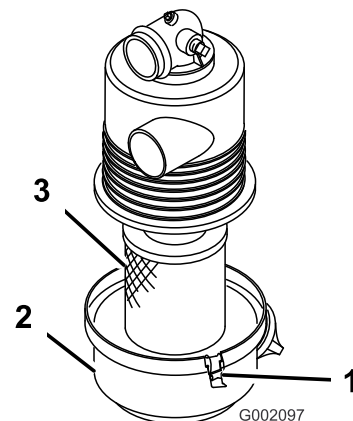

Figura 24
2. Verificați dacă există deteriorări la nivelul filtrului de aer, care ar putea cauza o scurgere de aer. Verificați etanșarea capacului în jurul corpului filtrului de aer (Figura 24).
3. Eliberați elementele care fixează capacul filtrului de aer pe carcasa acestuia (Figura 24).
- Îndepărtați capacul filtrului de aer de la carcasa filtrului de aer și curățați interiorul capacului (Figura 24).